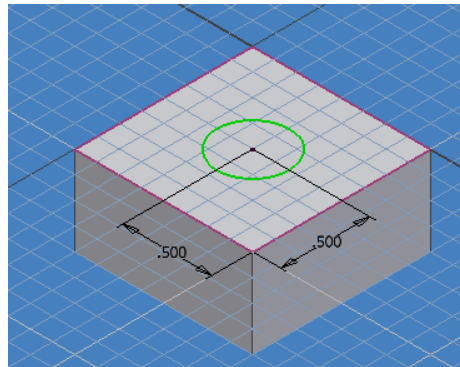

Figura 3.26 Creación de un boceto en un plano del solido.
- Dibuje un círculo sobre el plano, acóteló para que quede directamente en el centro ó utilice el comando POINT, HOLE CENTER explicado con anterioridad, de manera que obtenga algo parecido a la figura 3.26.